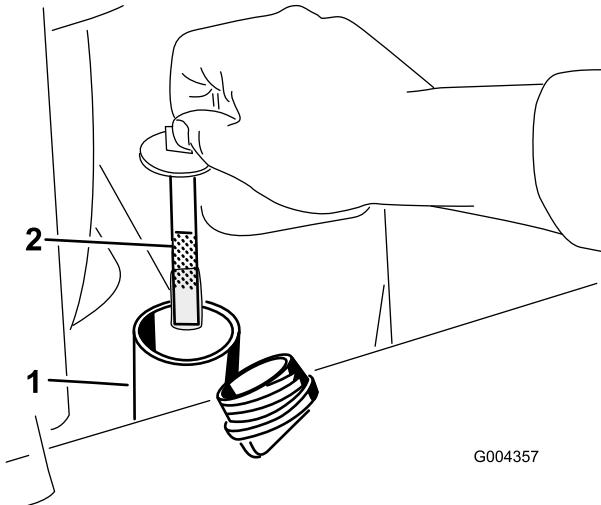

Рисунок 62
- Снимите крышку гидравлического бака и извлеките масломерный щуп (Рисунок 62).